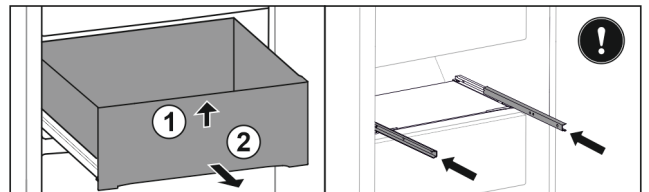

Fig. 45
- Soulever la partie avant du tiroir. Fig. 45 (1)
- Retirer le tiroir par l'avant. Fig. 45 (2)